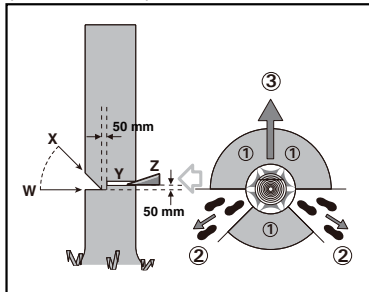

Figure 1
Prévoir et dégager un chemin d'évacuation autant que nécessaire avant de commencer les coupes. Le chemin d'évacuation doit s'étendre à l'arrière et diagonalement derrière la ligne de chute prévue comme illustré à la Figure 1.
Pratiquez une entaille égale à 1/3 du diamètre de l'arbre, perpendiculaire à la direction de chute comme illustré à la Figure 1. D'abord effectuer l'entaille inférieure horizontale (W). Cela évite que la chaîne ou la barre de guidage ne se coince pendant l'exécution de la deuxième entaille (X).
Pratiquez une coupe d'abattage (Y) d'au moins 50 mm plus grande que l'entaille horizontale comme illustré à la Figure 1. Effectuer la coupe parallèlement à l'entaille horizontale. Scier de façon qu'il reste un dos (latte de coupe) qui sert de charnière. Cette charnière évite que l'arbre ne tourne et tombe dans la mauvaise direction. Ne pas scier complètement le dos.